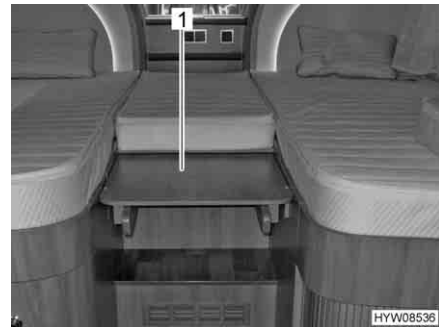

Fig. 63 Estrazione dell'ampliamento
- Afferrare ed estrarre l'ampliamento (Fig. 63,1). Insieme all'ampliamento viene estratta anche la scaletta.